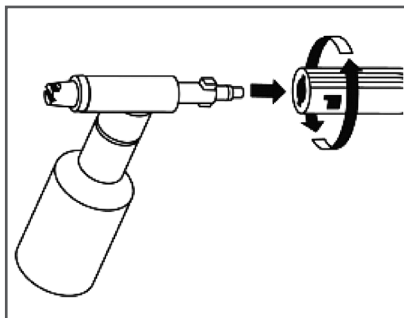

Рис. 10 Установка емкости для моющего средства
2. Отсоедините от пистолета струйную трубку и установите на пистолет емкость для моющего средства (Рис. 10).